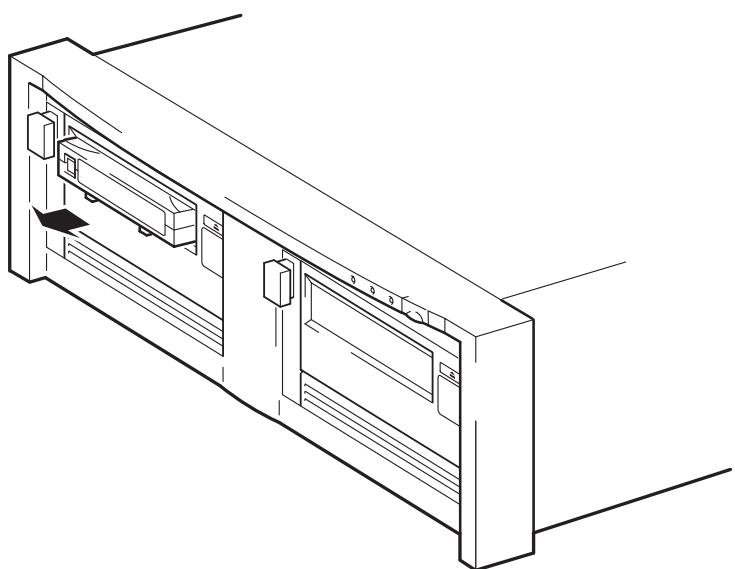

Figura 6b: rimozione di una cartuccia
- 1 Premere il pulsante di espulsione sul pannello anteriore (vedere la Figura 6b).